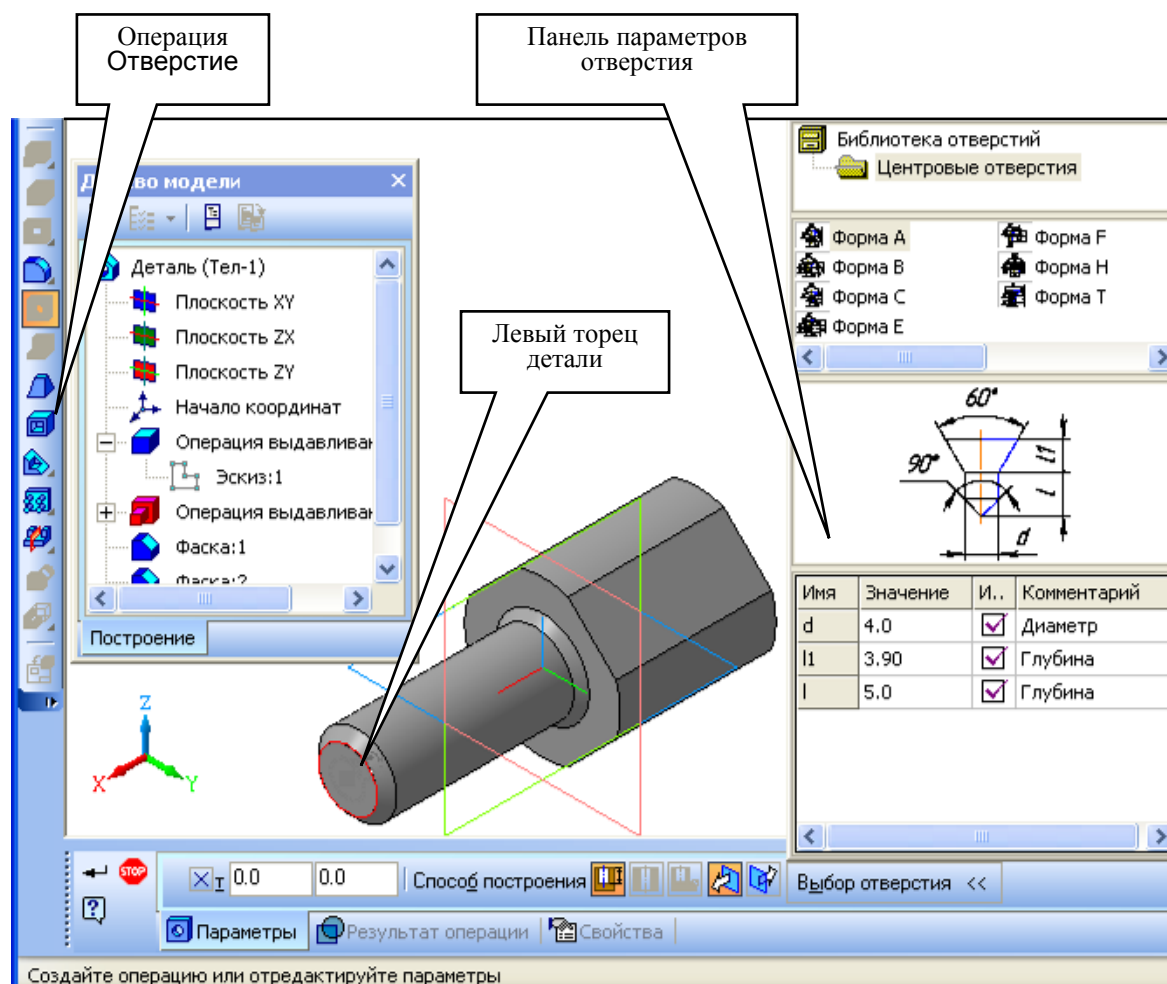

Рис. 3.50. Выполнение последовательности операций **Отверстие** → **Центровое отверстие** → **Форма А** → **Окно параметров отверстия**
Например, чтобы построить на заданной детали центровое отверстие (рис. 3.50), необходимо выполнить следующую последовательность операций:
2. Активизировать кнопку **Отверстие**, расположенную на Инструментальной панели (рис. 3.50). При этом открывается Библиотека отверстий.